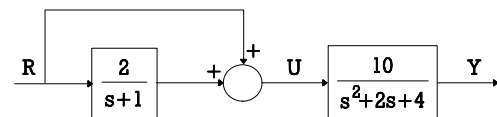

Figura 23 □
- 3) Dibujar aproximadamente las señales  $u(t)$  y  $y(t)$  (sin y con  $FF$  en la Figura 23) cuando  $r(t)$  es un escalón unitario.
- 2) Representar la respuesta a un escalón de  $r(t)$  (sistema de la Figura 23) sin y con  $FF$ . ■